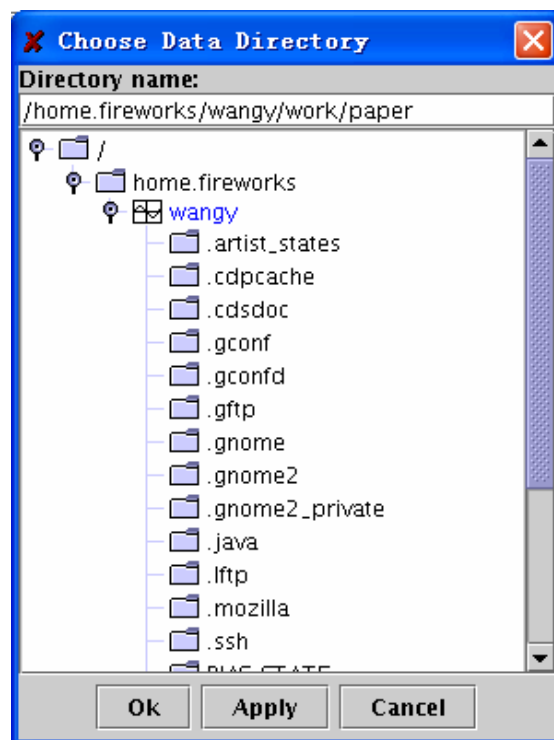

图 4.8 仿真结果的保存路径显示
- 2) 通过选择 File→Open Results 或者快捷键 “” 打开 “Choose Data Directory” 窗口，如图 4.8 所示，从而选择仿真结果保存路径。